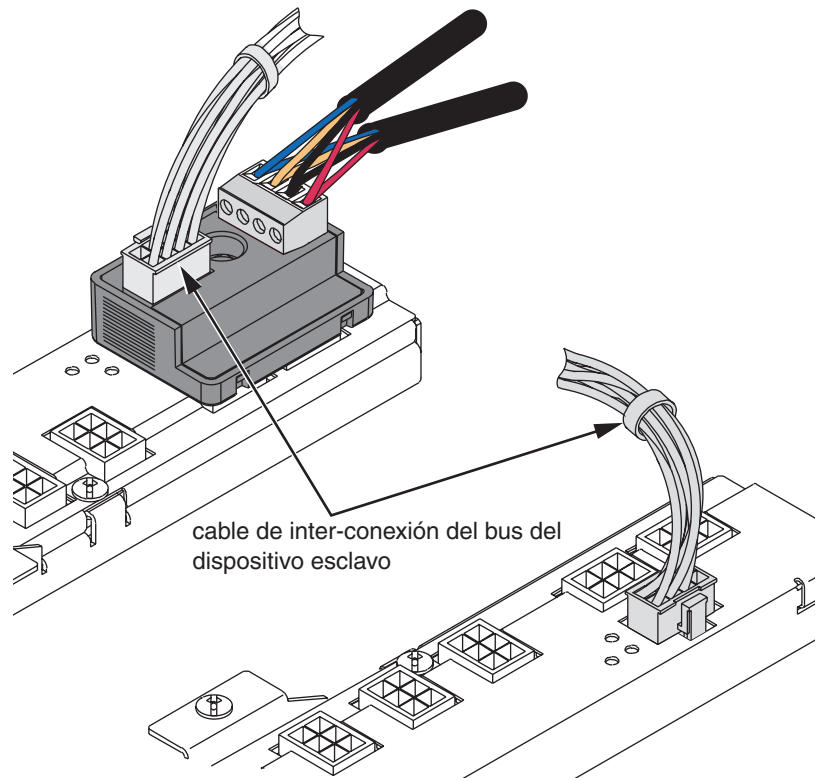

Figura 7: Conexión del cable de interconexión del bus del dispositivo esclavo
3. Si tiene un bus de control izquierdo, se deberá utilizar un cable NF2HG3 de interconexión del bus del dispositivo esclavo para conectar el bus de control derecho al bus de control izquierdo. Inserte uno de los conectores del cable a la conexión del cable de interconexión del bus del dispositivo esclavo ubicada en el selector de direcciones del dispositivo esclavo (vea la Figura 7).
4. Inserte el otro extremo del cable de interconexión del bus del dispositivo esclavo en la conexión del cable de interconexión del bus del dispositivo esclavo ubicada en el bus de control derecho (vea la Figura 7).